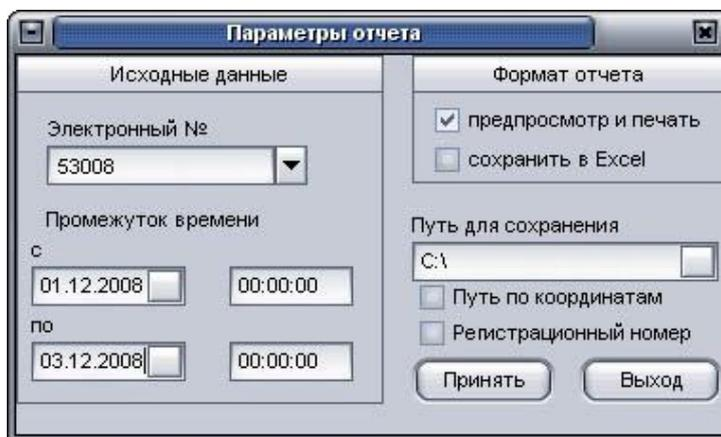

Рисунок III. 37
- В окне «Параметры отчета», рисунок III.37, требуется указать: